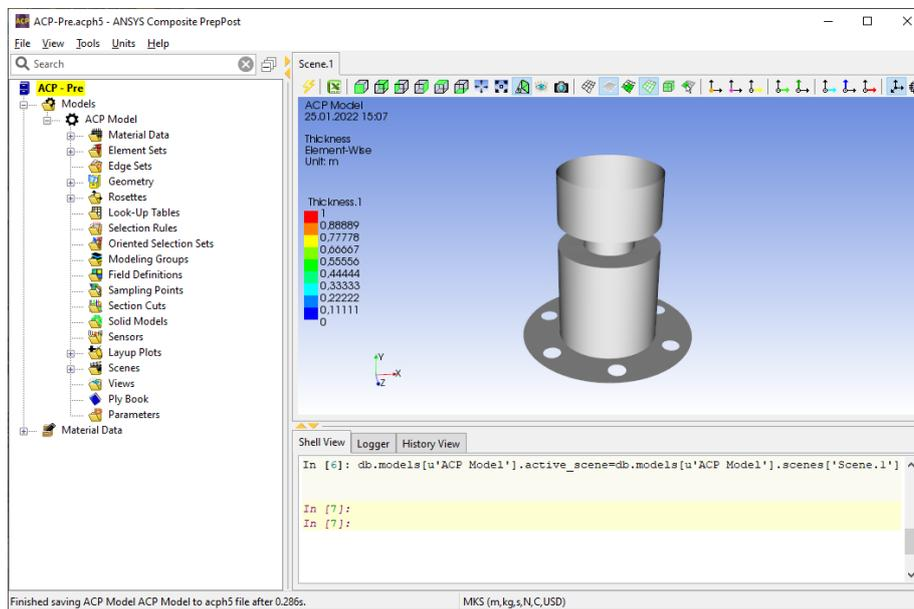

Рис. 18. Окно ANSYS Composite PrepPost
13.1. В окне *Workbench* дважды нажимаем на *Setup* в блоке *ACP (Pre)*. Перед нами появится окно, представленное на рис. 18.